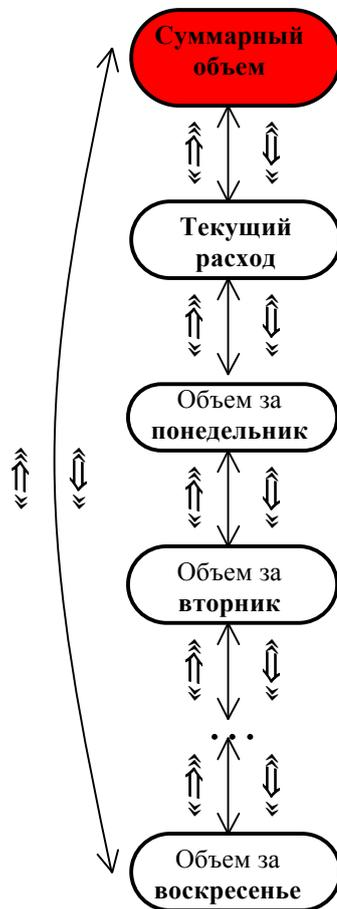

Рис. 6. Основное меню БИТТ-01.
1.5.1.2. Пункты основного меню и переходы между ними отражены на рис. 6.
Пункт меню «Суммарный объем жидкости» (выделен цветом на рис. 6) отображается по умолчанию при подаче питания на блок, а также при нажатии клавиши «*ESC*». Переход к отображению суммарного объема производится также при выборе любого другого подпункта меню и отсутствии нажатий на клавиши в течение 10 мин и более.